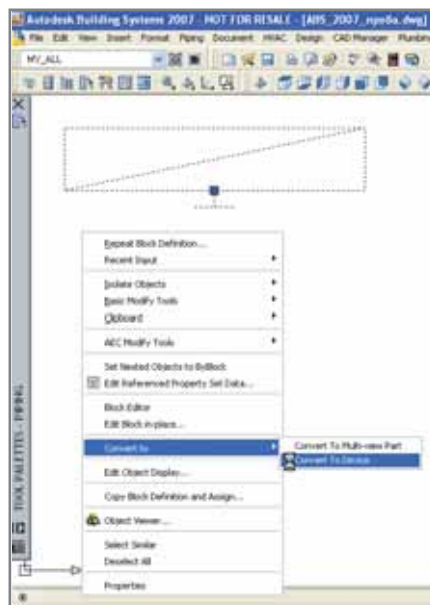

Рис. 11
- Шаг 1 — создаем блок AutoCAD, устанавливаем его в чертеж, в контекстном меню выбираем *Convert to device* (рис. 11).